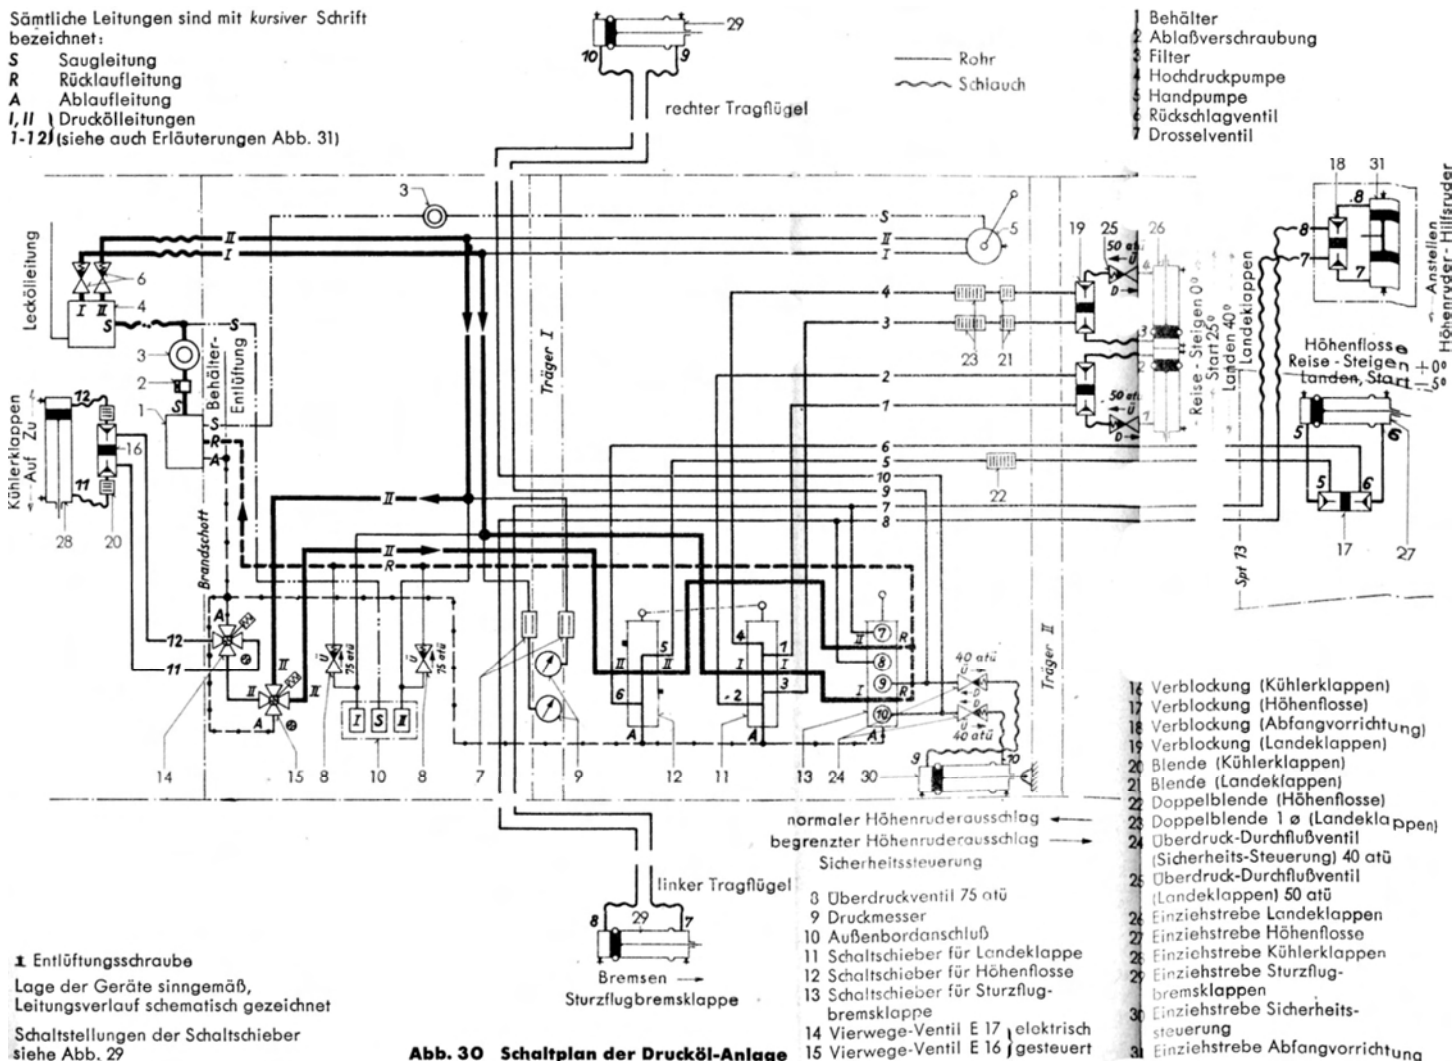

Abb. 30 Schaltplan der Drucköl-Anlage
Das Neufüllen der Anlage kann in Flug- oder Spornlage durchgeführt werden. Das Füllen der Drucköl-Anlage erfolgt entweder mit dem Drucköl-Prüfgerät über den Außenbordanschluß oder mit der Handpumpe der Notbetätigungsanlage. Vor dem eigentlichen Füllvorgang ist der Behälter (1) (Abb. 30) fast vollzufüllen. Während des Füllens der Leitungen muß der Behälter mehrmals nachgefüllt werden. Unter Berücksichtigung der verschiedenen Schaltstellungen der Schaltschieber sowie entsprechender Entlüftung der Streben werden die einzelnen Betätigungsleitungen gefüllt.
Beim Wiedereinbau ausgewechselter Rohrleitungen und Ventile, die auf einen bestimmten Druck eingestellt sind, ist darauf zu achten, daß diese wieder an dieselbe Stelle und in ihrer ursprünglichen Lage verlegt werden. Dasselbe gilt auch für die Ventile, die an ihrem alten Einbauort wieder anzubringen sind. Diese Richtlinien müssen beachtet werden. Die Druckeinstellung der Ventile ist aus dem „Schaltplan der Drucköl-Anlage“ Abb. 30 ersichtlich.